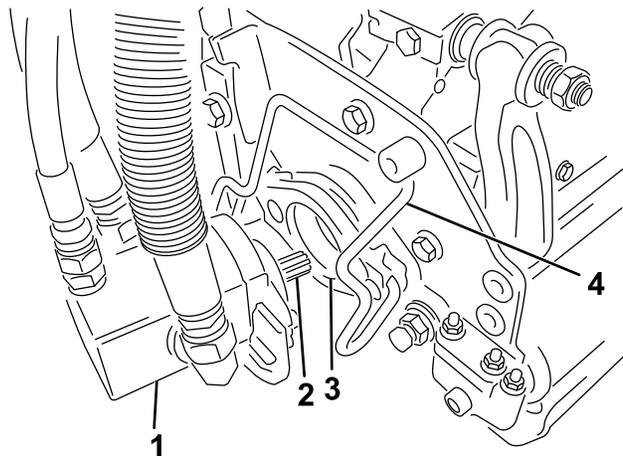

图32
- 在滚刀组马达的花键轴上涂抹干净的润滑脂（图32）。
- 将马达插入滚刀组左侧（从操作员的位置看）、并将滚刀组上的马达固定架拉向马达、直到听见马达两侧发出“咔哒”的声音（图32）。